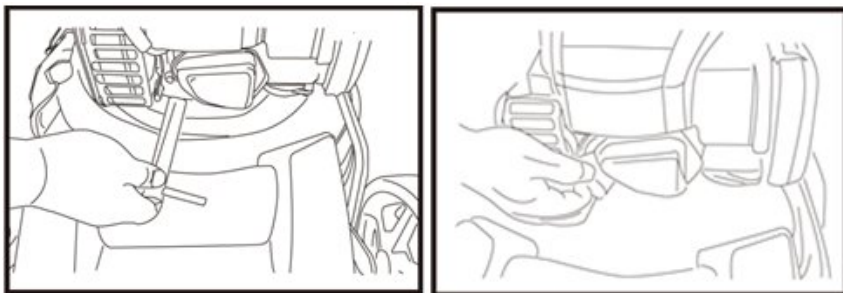

Рис.17
2. Снимите колпачок высоковольтного провода со свечи зажигания (см. рис. 17).
3. Открутите свечу зажигания с помощью свечного ключа (входит в комплект поставки) (см. рис. 17).